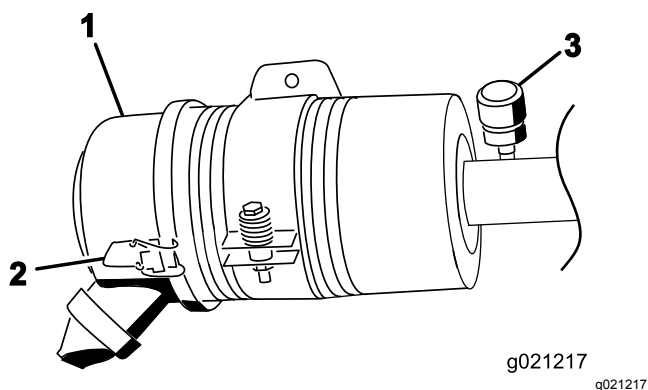

Figura 83
Faça a manutenção ao filtro de ar apenas quando o indicador de manutenção o exigir (Figura 83). Mudar o filtro de ar antes de ser necessário apenas aumenta a possibilidade de entrar sujeira no motor quando retira o filtro.
3. Liberte os trincos que fixam a cobertura do filtro de ar ao respectivo corpo (**Figura 83**).